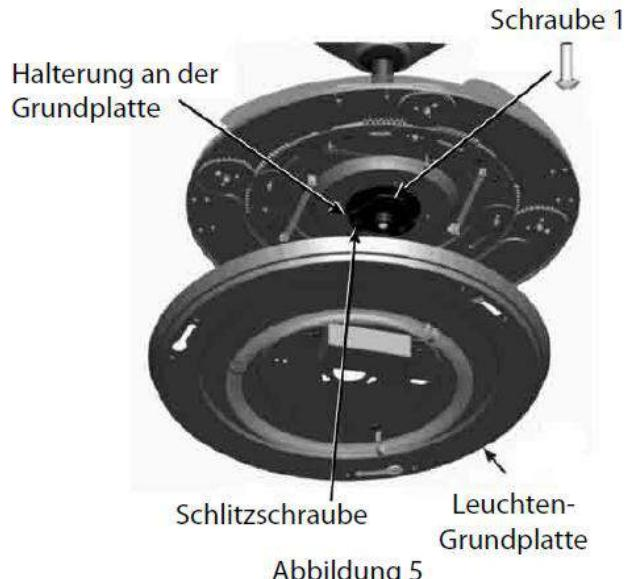

Abbildung 5
- 1) Die Schraube (1 – Abbildung 5) von der Halterung an der Grundplatte lockern. Die beiden Schlitzschrauben auf die besonders gekerbten Slitze an der Leuchten-Grundplatte ausrichten.